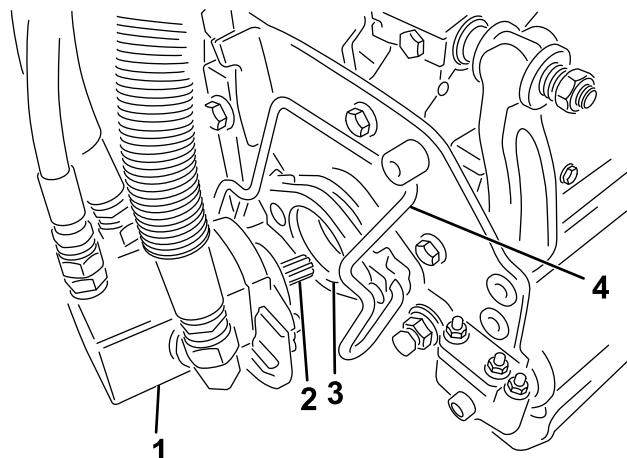

Figura 13
7. Revista o veio estriado do motor da unidade de corte com massa lubrificante limpa (Figura 13).
8. Insira o motor no lado esquerdo da unidade de corte (visto da posição do operador) e empurre a barra de retenção do motor na unidade de corte na direcção do motor até ouvir um “clique” de ambos os lados do motor (Figura 13).